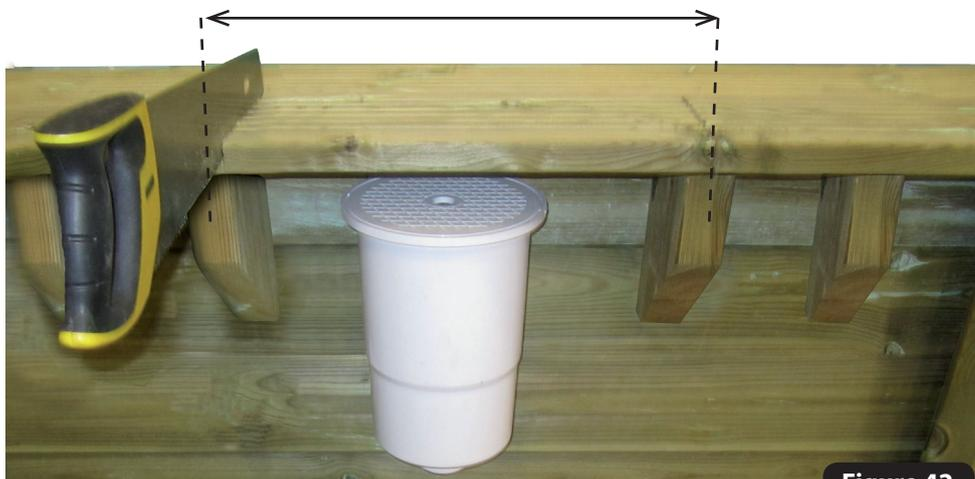

Figure 42
- Sur le pan recevant le skimmer, découper **uniquement** la margelle extérieure aux dimensions de l'entraxe des consoles (figure 42). La trappe doit reposer sur la moitié de chacune des consoles (figure 43).